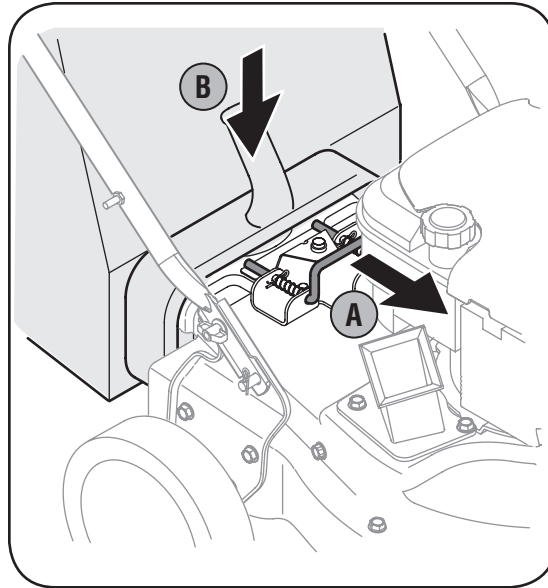

Figura 3-5
2. Deslice la bolsa por encima del borde de la abertura de descarga y suelte la varilla de seguridad para ajustar la bolsa en su lugar. Vea la figura 3-5.